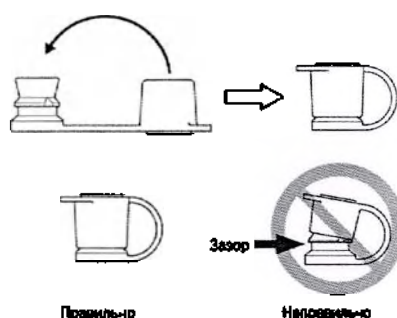

Рис. 8.23
2. Закройте колпачок клапана входного отверстия, как показано на Рис. 8.23.